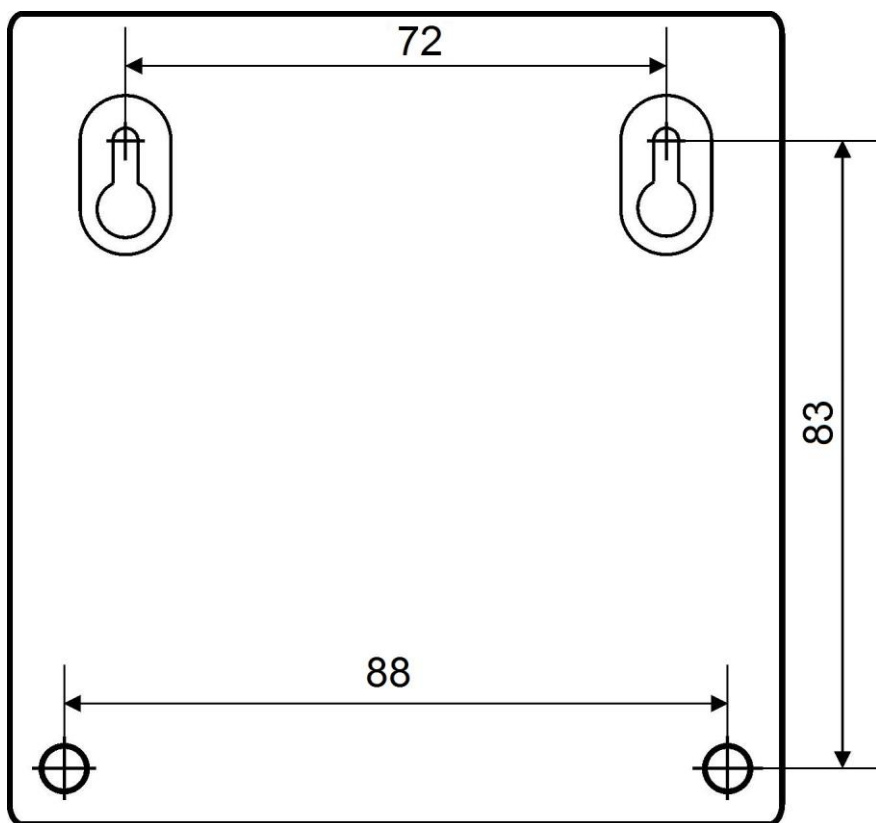

Рис.3 Шаблон для разметки
2.2.2.1 БЗС можно закрепить вертикальной поверхности. Для этого нужно убедиться, что поверхность, на которую устанавливается БЗС, прочная, ровная, чистая и сухая. Приложить к стене шаблон для монтажа (рис. 3). Просверлить 3 отверстия: два верхних и одно нижнее. Установить в отверстия дюбеля и вкрутить в 2 верхних отверстия шурупы из комплекта поставки так, чтобы расстояние между головкой